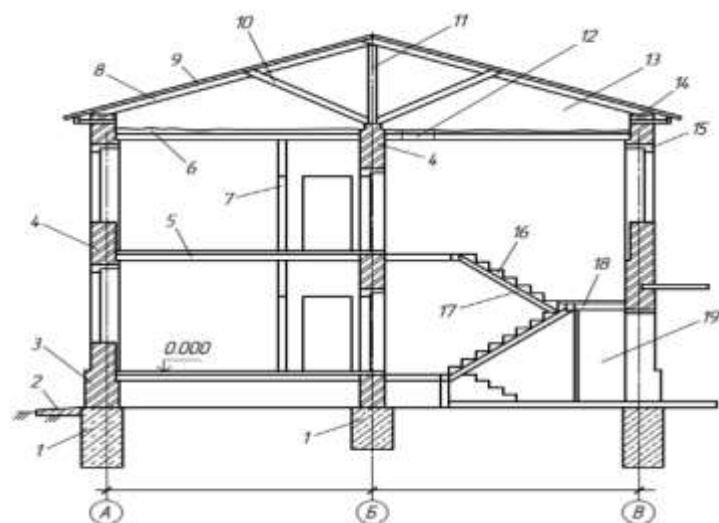

Рисунок 25 - Конструктивные элементы здания
1. Отметить основные конструктивные элементы здания, см. рис.25.